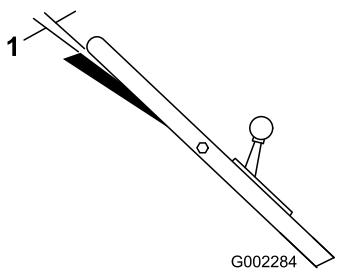

Figure 29
**Remarque:** Le réglage est correct si les roues arrière s'arrêtent de tourner lorsque la barre de commande se trouve à environ 2,5 cm (1") du guidon (Figure 29).